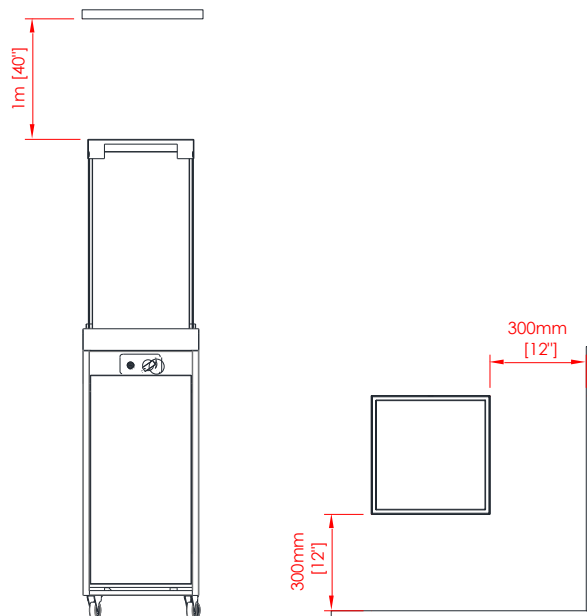

Fig. 2 – Minsta avstånd
- Denna apparat måste hållas borta från brandfarliga material under användning. Placera inga brännbara material inom ett avstånd av 0,3 m från FARO och 1 m ovanför apparaten (Fig. 2).